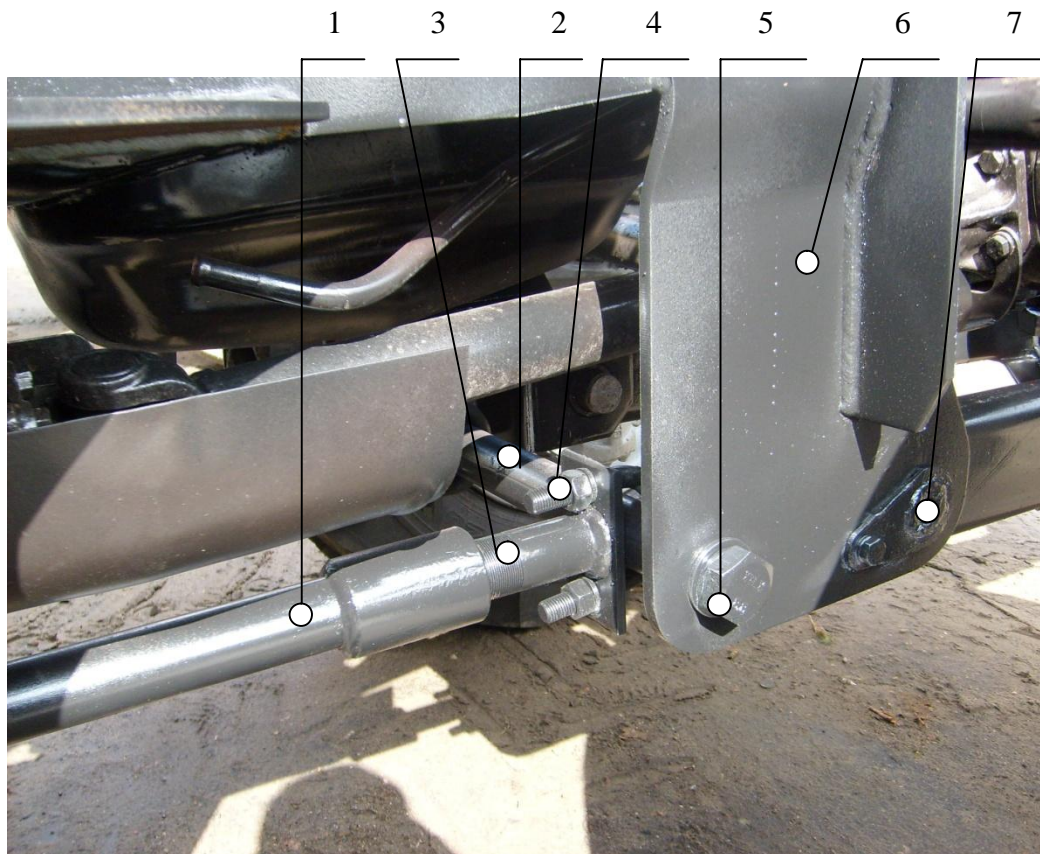

Рис.2
- двух Подрамников (поз.6, рис.2) правого и левого, которые соединяются между собой Валом распорным (поз.2, рис.2);
- Штанги распорные крепятся Скобами (поз.4, рис.2) за Вал распорный (поз.2, рис.2) через Винт регулировочный (поз.3, рис.2).
- предварительно установить на раму трактора Подрамники (поз.6, рис.2) правый и левый;
- предварительно соединить между собой Подрамники Валом распорным (поз.2, рис.2);
- установить Лопату в Подрамники и зафиксировать двумя Пальцами (поз.7, рис.2);
- закрепить Штанги распорные за Вал распорный (поз.2, рис.2) Скобами (поз.4, рис.2), выкрутив до упора Винты регулировочные (поз.3, рис.2);